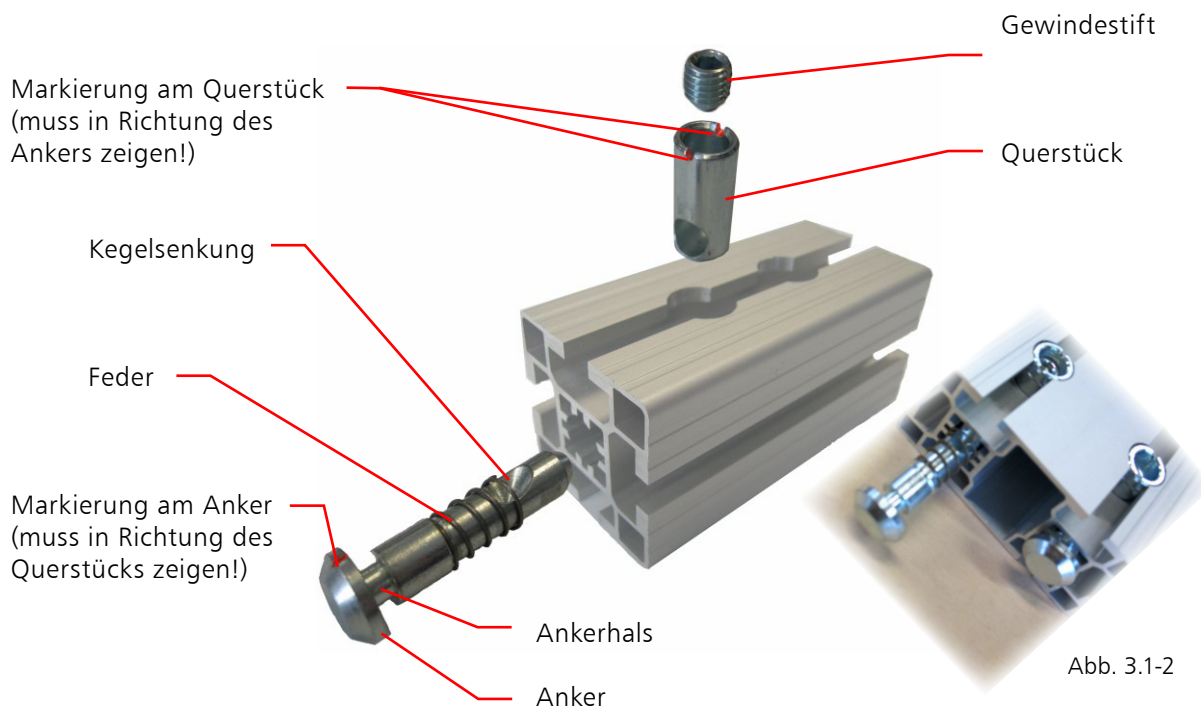
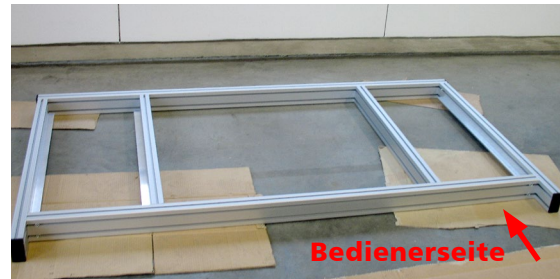
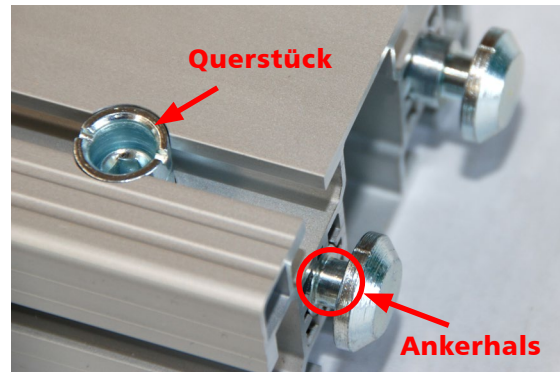

Abb. 3.1-2
Abb. 3.1-3
Abb. 3.1-4
Schritt ❷ Bevor Sie mit dem Zusammenbau des Gestellfußes **A1** (Abb. 3.1-3) beginnen, befestigen Sie zuerst alle Profilverbinder an den dafür vorgesehenen Stellen in den Gestellfußprofilen. 4 Profilverbinder sollten für die Seitenständer des Universalgestells verbleiben. Bitte achten Sie darauf, dass die Kegelsenkung der Profilverbinder zum Querstück zeigt. Dies wird durch die Markierung am Anker nochmals verdeutlicht (Abb. 3.1-2). Der Gewindestift im Querstück wird nun mit dem passenden Inbusschlüssel leicht eingeschraubt. Dabei wird der Anker automatisch in das Profil hineingezogen. Hierbei ist wichtig, dass der Hals des Ankers noch sichtbar bleibt (Abb. 3.1-4), um ihn später in die Führungsnuten einschieben zu können (Abb. 3.1-5). Während des Einschraubens muss der Anker ggf. leicht gegen das Querstück gedrückt werden.
Bitte achten Sie auch hier darauf, dass die Kegelsenkung der Profilverbinder zum Querstück zeigt. Dies wird durch die Markierung am Anker nochmals verdeutlicht (**Abb. 3.1-2**). Der Gewindestift im Querstück wird nun mit dem passenden Inbusschlüssel leicht eingeschraubt. Dabei wird der Anker automatisch in das Profil hineingezogen. Hierbei ist wichtig, dass der Hals des Ankers noch sichtbar bleibt, um ihn später in die Führungsnuten einschieben zu können (**Abb. 3.1-16**). Während des Einschraubens muss der Anker ggf. leicht gegen das Querstück gedrückt werden.